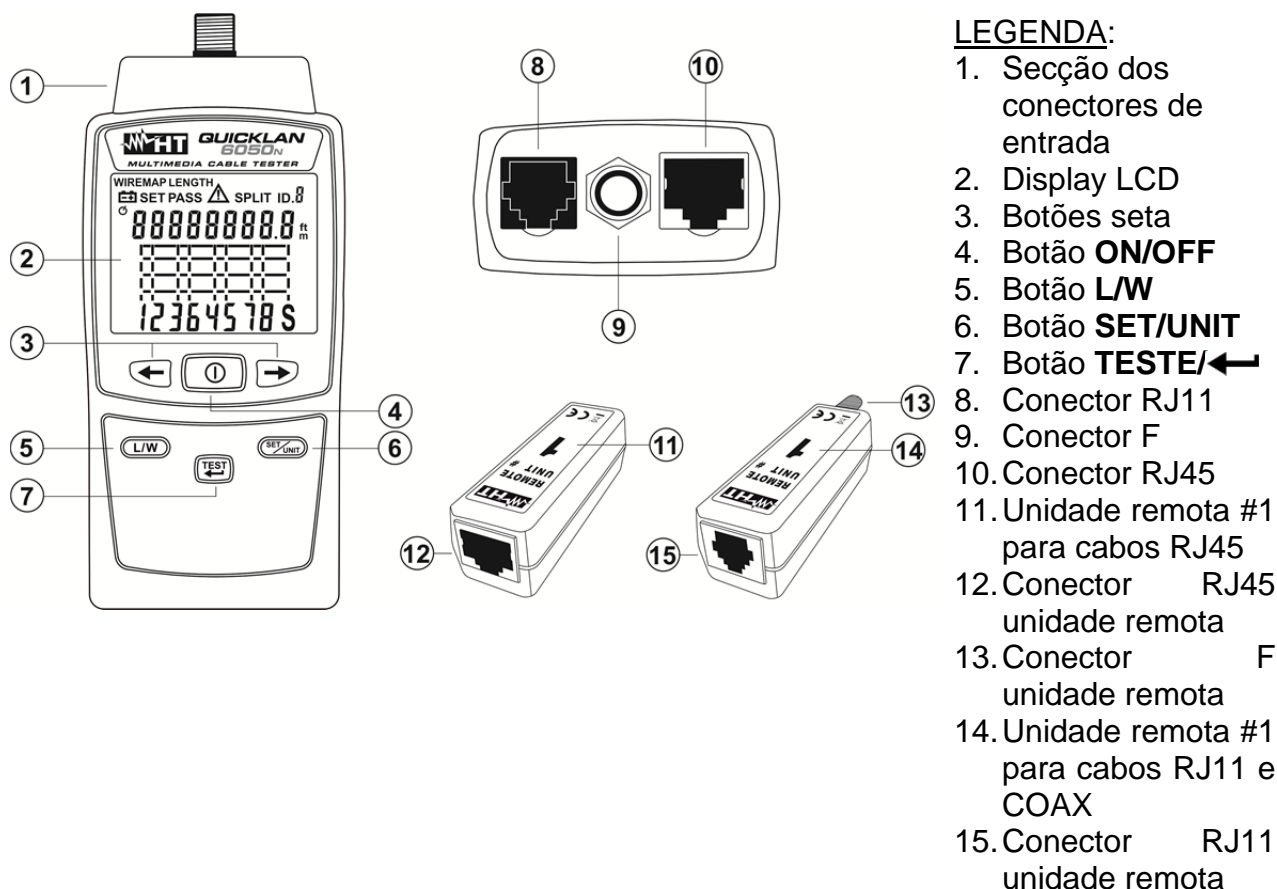
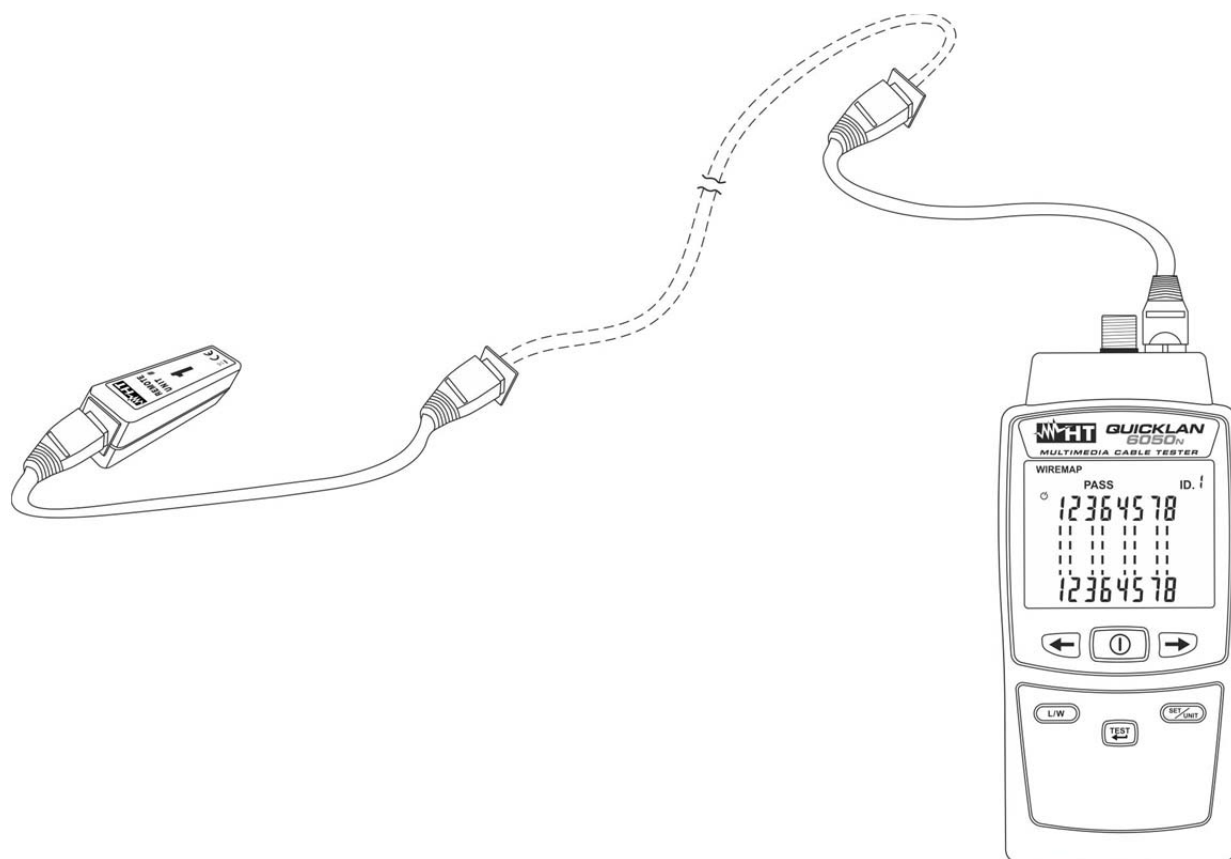
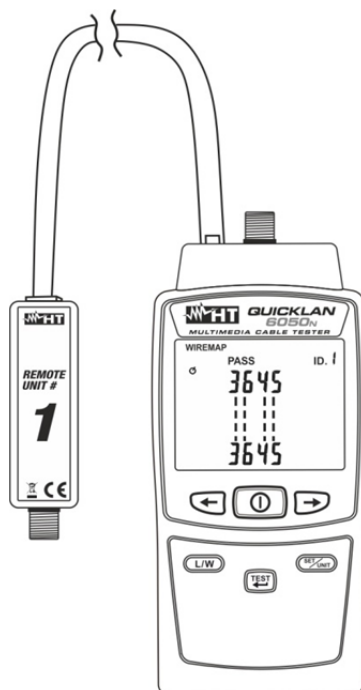

Fig. 1: Descrição do instrumento
Fig. 7: Ligação do instrumento através de cabos de conexão
Fig. 10: Ligação do instrumento ao cabo com conector RJ11
1. Ligar o instrumento premindo o botão ①
4. Conectar as extremidades do cabo em teste ao conector RJ45 de entrada do instrumento (ver Fig. 1 – parte 10) e à unidade remota #1 ou, se necessário, usar os cabos de conexão fornecidos como se mostra na Fig. 7
3. Conectar as extremidades do cabo em teste ao conector RJ11 de entrada do instrumento (ver Fig. 1 – parte 8) e à unidade remota #1 (ver Fig. 10). Se necessário, usar os cabos de conexão fornecidos de modo semelhante ao mostrado na Fig. 7